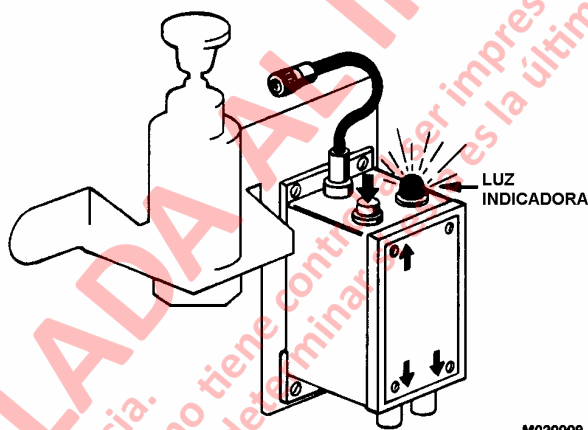

FIGURA 2-12. REVISION DE ENERGIA
- a. Presione el botón en la parte superior del módulo de control y fíjese en la luz indicadora verde (Figura 2-12). Con el botón presionado, la luz se debería encender. Esto indica que el cable de poder se instaló correctamente al módulo de control. Si la luz no se enciende, revise todas las conexiones para asegurarse que estén bien conectadas. Vuelva a probar presionado el botón. Si la luz no se enciende, consulte la Sección Análisis de Fallas del Sistema de Detección Eléctrico en esta sección.